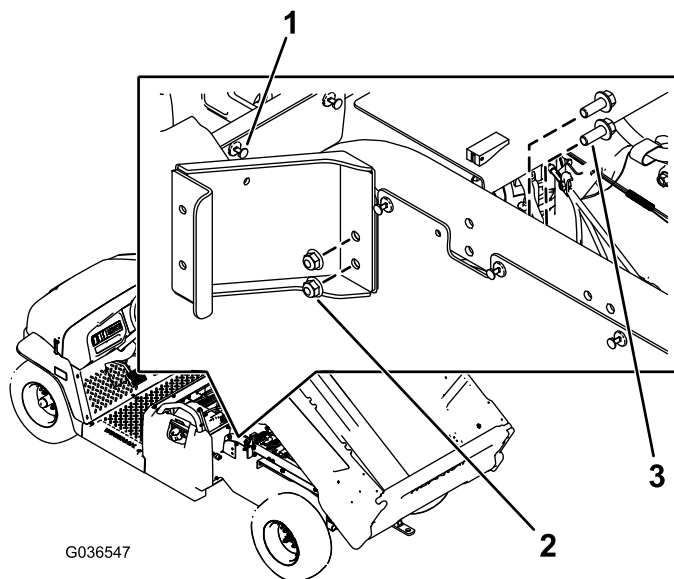

Figura 1
- A. Retire o rebite do painel esquerdo por trás da base do banco traseiro (Figura 1).
- B. Instale o suporte com volta esquerdo utilizando dois parafusos flangeados hexagonais (3/8 x 1") e duas porcas (3/8") como se mostra na Figura 1.